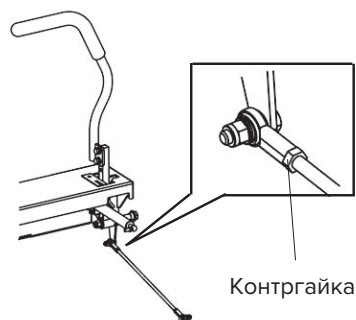

Рис. 34
7. Приведите рычаги управления движением в нейтральное положение. Отрегулируйте длину штока управления насосом, вращая двойные гайки на штоке в соответствующем направлении до тех пор, пока колеса не начнут слегка ползти в обратном направлении (рис. 34). Переведите рычаги управления движением в положение движения задним ходом и, слегка надавливая на рычаг, позвольте пружинам индикатора заднего хода вернуть рычаги в нейтральное положение. Колеса должны перестать вращаться или слегка поползут в обратном направлении.